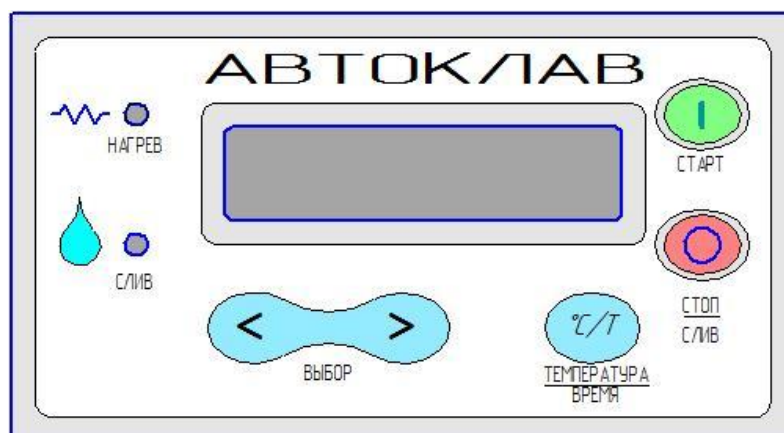

Рис. 3. Лицевая панель ЭБУ
5.2. ЭБУ состоит из микропроцессорного блока с цифровой индикацией. На лицевой панели (рис. 3) находятся органы управления и индикации.